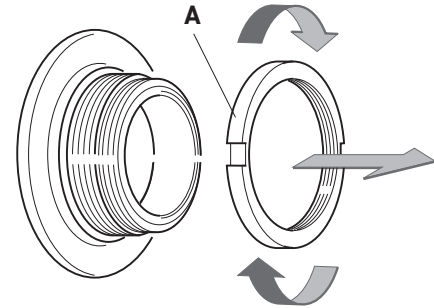
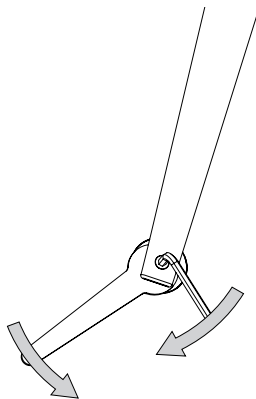

Fig. 6
Fig. 15
- Retirer la bague (A - Fig. 6) du moyeu en la dévissant dans le sens des aiguilles d'une montre.
· Serrer la vis du côté non réglable de l'axe (B - Fig. 6), au couple de 13-14 Nm, en empêchant la rotation de l'axe avec une clé plate de 17 mm (Fig. 15) du même côté de l'axe.